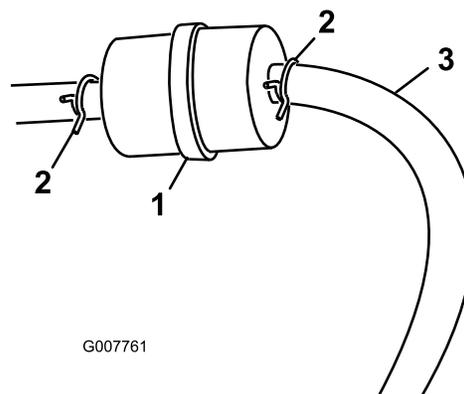

Рисунок 28
3. Сожмите концы шланговых хомутов и сдвиньте их с фильтра (Рисунок 28).
5. Установите новый фильтр и передвиньте шланговые хомуты ближе к фильтру (Рисунок 28).
3. Ослабьте шланговый хомут на топливном фильтре и отодвиньте его по топливному трубопроводу от фильтра (Рисунок 28).
4. Отсоедините топливный трубопровод от топливного фильтра (Рисунок 28).
**Примечание:** Дайте топливу стечь в канистру для топлива или сливной поддон (Рисунок 28).
5. Установите топливный трубопровод на топливный фильтр. Передвиньте шланговый хомут к топливному фильтру, чтобы закрепить топливный трубопровод (Рисунок 28).